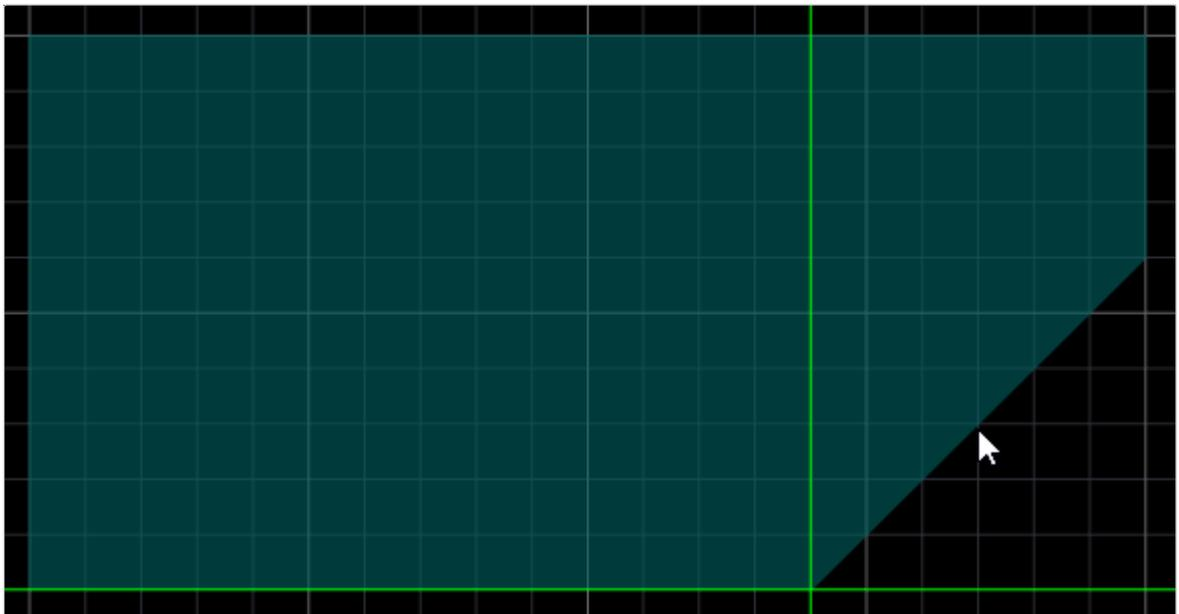

Рисунок 119. Изменение формы полигона в режиме фаски
- Режим фаски — в этом режиме перемещение точки внутрь угла создает дополнительную фаску, укорачивая смежные ребра, но не перемещая их (см. рисунок 119).